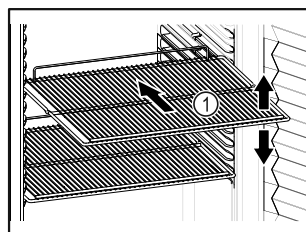

Fig. 57
- Ak sa dajú odkladacie rošty Fig. 57 (1) premiestniť, prispôbte výšku.